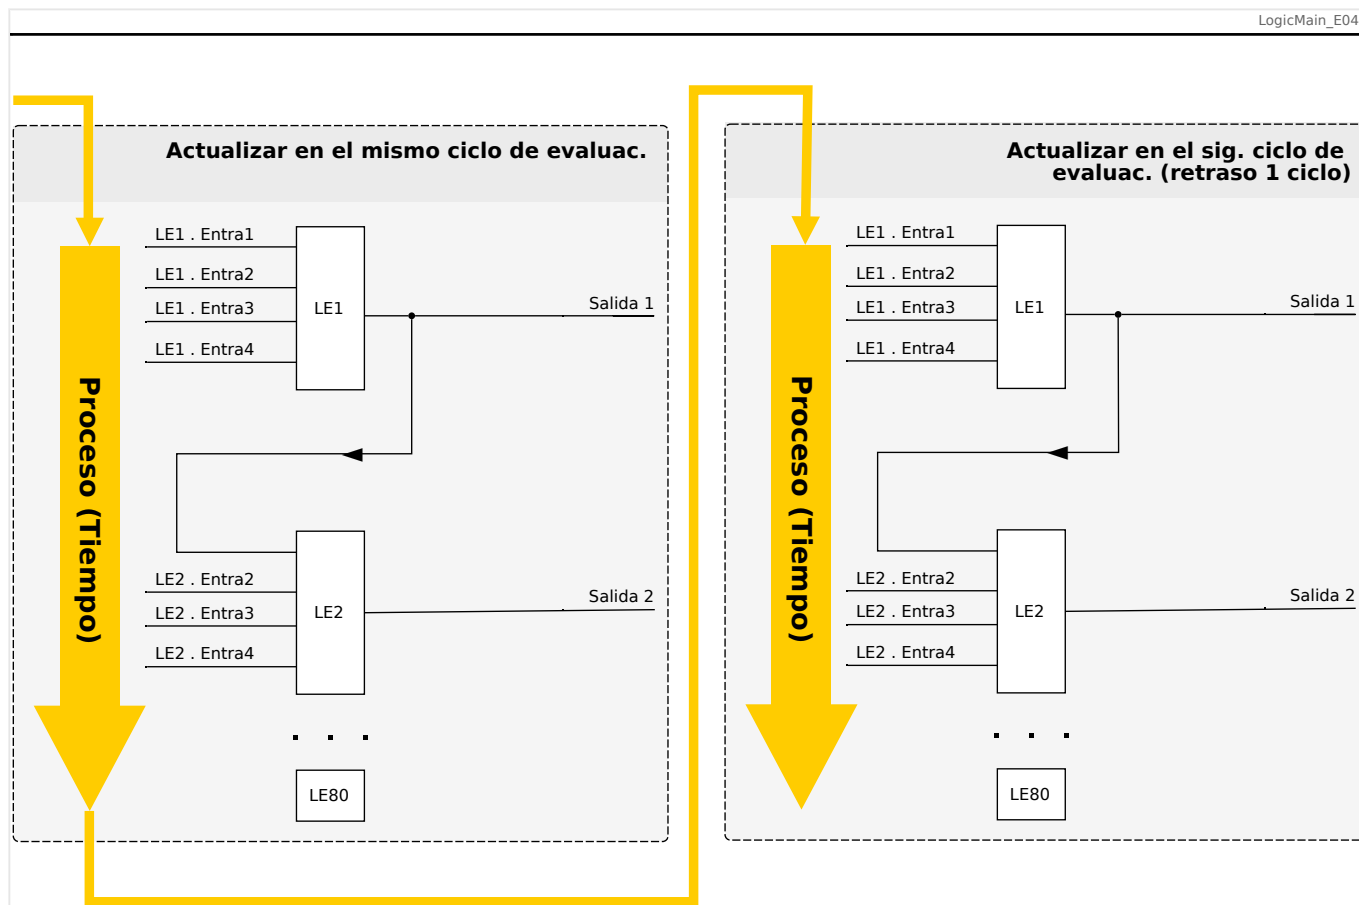
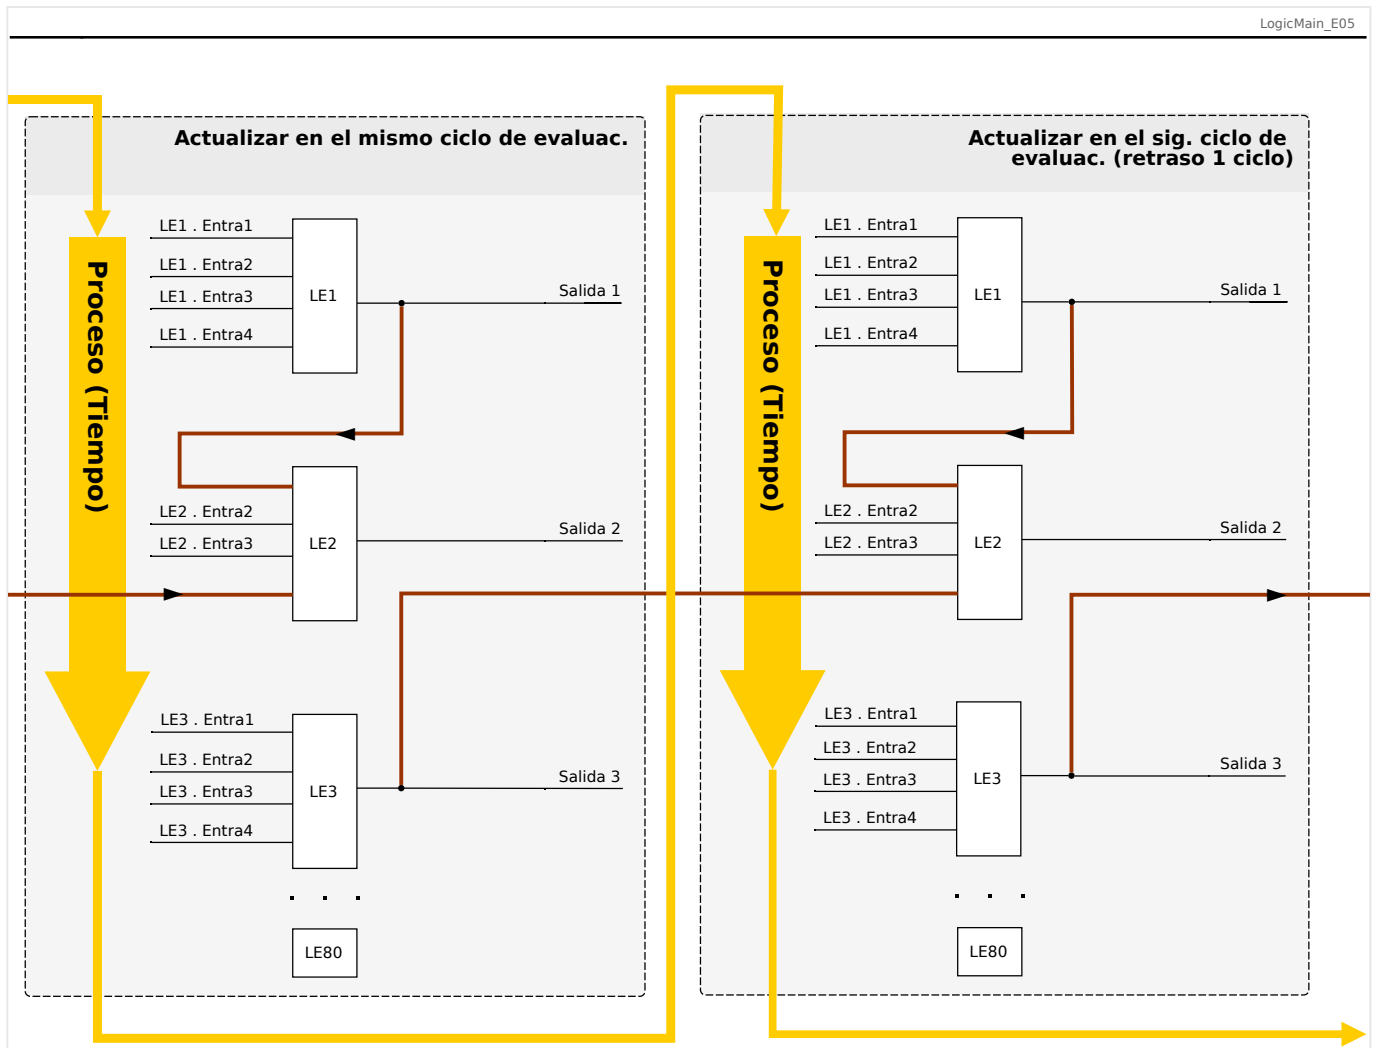

Fig. 141: Cascada en orden ascendente.
Fig. 142: Cascada en orden descendente.
- Una secuencia **ascendente** quiere decir que algunas de las salidas se usarán como entradas de una ecuación lógica con un número **mayor**. Por ejemplo, en el diagrama  Fig. 141 siguiente, se muestra un ejemplo en el que el resultado de la ecuación lógica LE1 se usa como entrada de la ecuación lógica LE2.
- Una secuencia **descendente** quiere decir que algunas de las salidas se usarán como entradas de una ecuación lógica con un número **inferior**. Por ejemplo, en el diagrama  Fig. 142, se muestra un ejemplo en el que el resultado de la ecuación lógica LE3 se usa como entrada de la ecuación lógica LE2.
Tanto la secuencia ascendente como la descendente se pueden usar y combinar entre sí, sin ninguna diferencia inmediata. Sin embargo, como todas las ecuaciones se evalúan en orden ascendente, los valores de tiempo de ejecución en sí que se usen como la entrada de una ecuación tendrán una "antigüedad" distinta, como se muestra en  Fig. 141 y  Fig. 142 a continuación.
En el ejemplo mostrado anteriormente en Fig. 142, la “Ecuación lógica 2” usa los estados de salida de otras dos ecuaciones, la “Ecuación lógica 1” y la “Ecuación lógica 3”. El resultado de la “Ecuación lógica 1” se usa en orden ascendente y, por lo tanto, se evalúa con el mismo ciclo de proceso. El resultado de la “Ecuación lógica 3” se usa en orden descendente y, por lo tanto, se evalúa en el ciclo de proceso anterior.